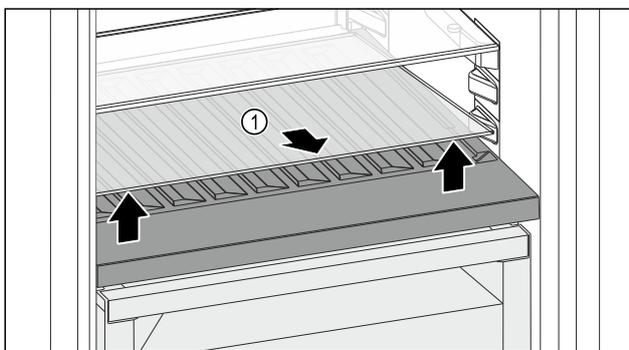

Fig. 89
- ▶ Glasplatte Fig. 89 (1) an der Aussparung vorne anheben und herausnehmen.
- ▶ Glasplatte Fig. 89 (1) außerhalb des Geräts sicher aufbewahren.